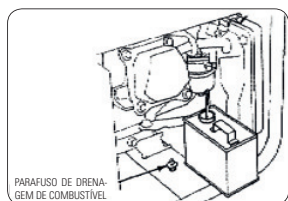

FIGURA 9.6
A. Deixe o motor funcionar com o registro do tanque fechado até o motor desligar ou drene pelo parafuso de drenagem. Figura 9.6.